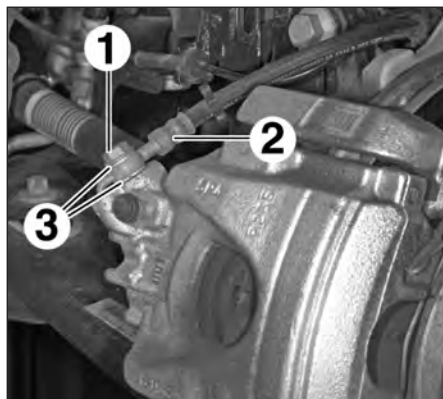

FIG.8
- la vis (1) du flexible de frein (2) (Fig.8),